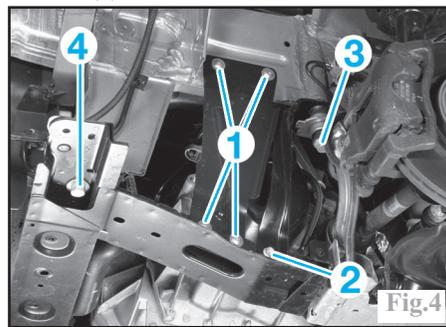

Fig.4
Côté gauche, déposer les fixations (1) du renfort latéral et le dégager (Fig.4).